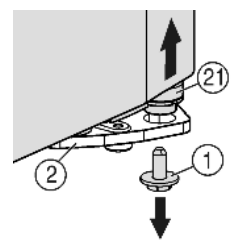
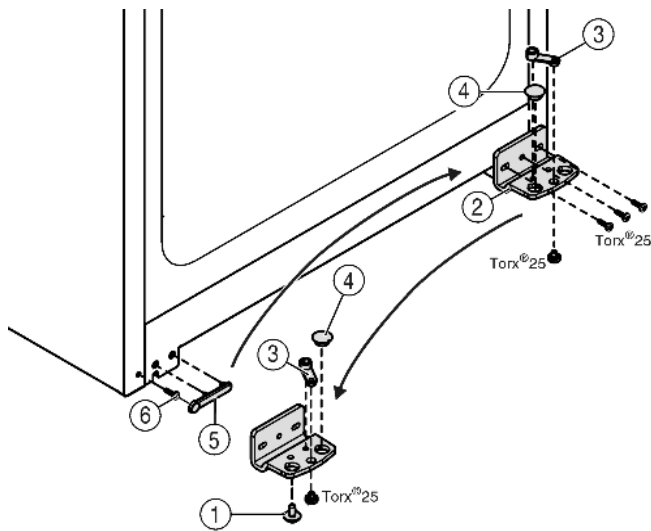

Fig. 4
Fig. 5
- ▶ Dévisser la vis de blocage du support d'appui Fig. 4 (1) en bas à droite.
- ▶ Le pivot d'appui Fig. 4 (21) se desserre du support d'appui Fig. 5 (2).
- ▶ Si le pivot d'appui Fig. 4 (21) ne se desserre pas, chasser le support par le bas.
- ▶ Dévisser le support d'appui Fig. 5 (2).
- ▶ Dévisser l'élément pivotant Fig. 5 (3) et le permuter dans le trou opposé du support d'appui, revisser à fond.
- ▶ Retirer le bouchon Fig. 5 (4) du support d'appui et le placer dans le trou du côté opposé au support d'appui.
- ▶ Retirer le cache Fig. 5 (5) côté poignée avec précaution.
- ▶ Retirer la vis Fig. 5 (6) et la revisser sur le côté opposé.
- ▶ Remettre en place le cache Fig. 5 (5).
- ▶ Revisser le support d'appui Fig. 5 (2) sur le nouveau côté charnière, en utilisant une visseuse sans fil si nécessaire, avec un couple de serrage de **4 Nm**.
- ▶ Visser la vis d'arrêt Fig. 4 (1) en bas dans le pivot d'arrêt et la serrer à fond (**avec 4 Nm**).